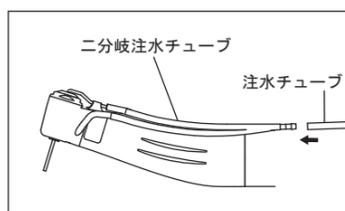

図7
- 2) 二分岐注水チューブに注水チューブを奥までしっかり挿し込みます。(図7)